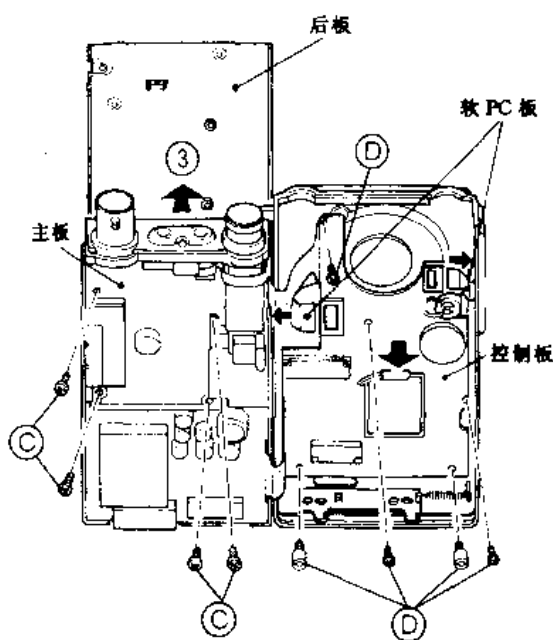

图 3-5
① 按图 3-5 所示, 拧下 4 颗螺钉③, 并按箭头③方向抬起后面板。
② 接着, 拧下 5 颗螺钉④, 按箭头方向移开柔性的 P.C 板, 和断开连接器, 再按箭头④方向拆下控制板。